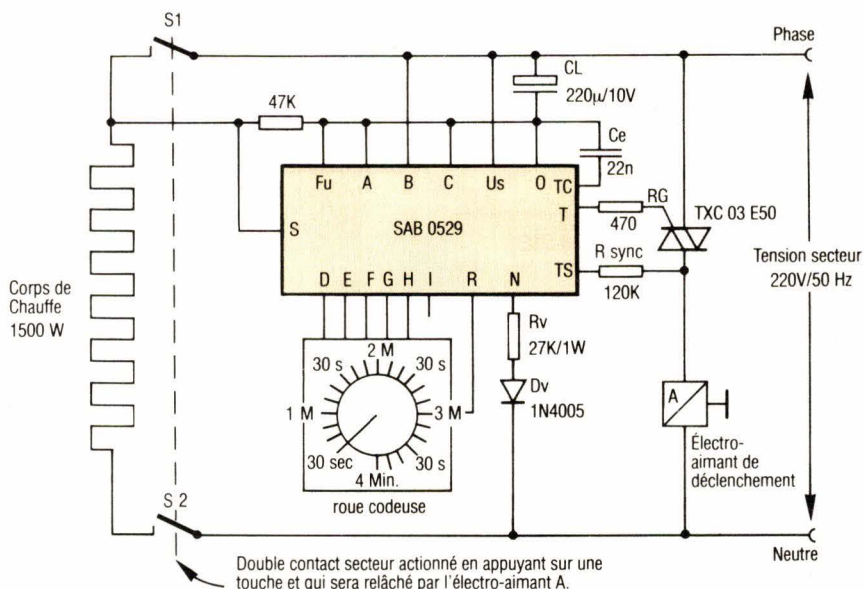

Fig. 2. – Grille-pain temporisé sur 30 s à 4 minutes.
- Grille-pain (voir fig. 2), machines à café, moulins à café, appareils de cuisson, yaourtières, coquetiers électriques, sèche-cheveux, sèche-mains électrique, humidificateur d'air, chauffe-plats, hottes aspirantes, friteuses.
La **figure 2** propose une application pour les grille-pain.